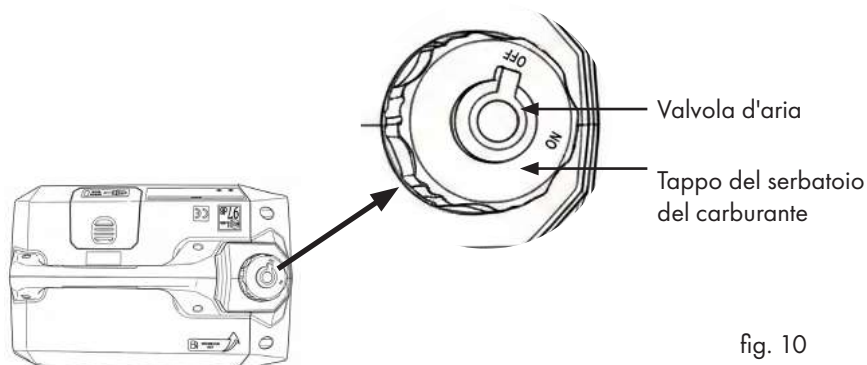

fig. 10
- Portare la valvola dell'aria sul tappo del serbatoio in posizione ON per consentire all'aria di entrare nel serbatoio. Vedi fig. 10.